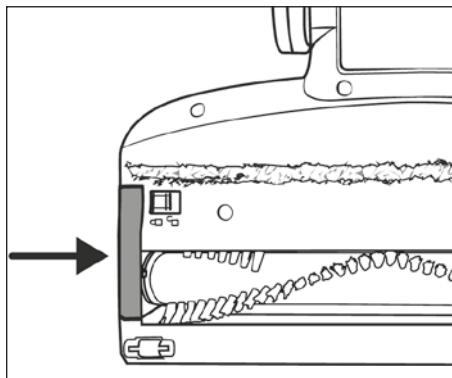

Fig. 27
- 6) Replacez le support de rouleau de brosse **20** dans la brosse de sol **22**. Poussez-le vers le bas jusqu'à ce qu'il s'enclenche dans la brosse de sol **22** avec un clic (voir fig. 27).